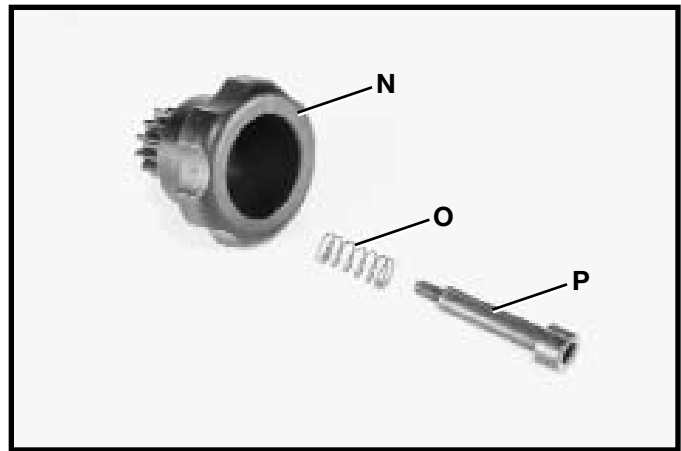

Fig. 9
6. Localiser le bouton de pignon (N) fig. 9, le ressort (O) et la vis spéciale (P).